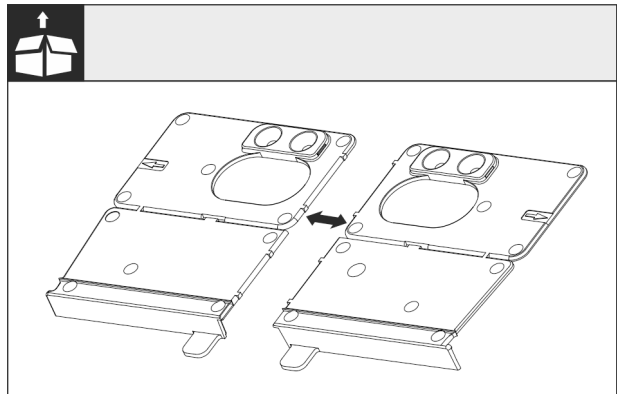

Fig. 27
- ▶ Отделите дно монтажного угла Fig. 27 () на перфорации.